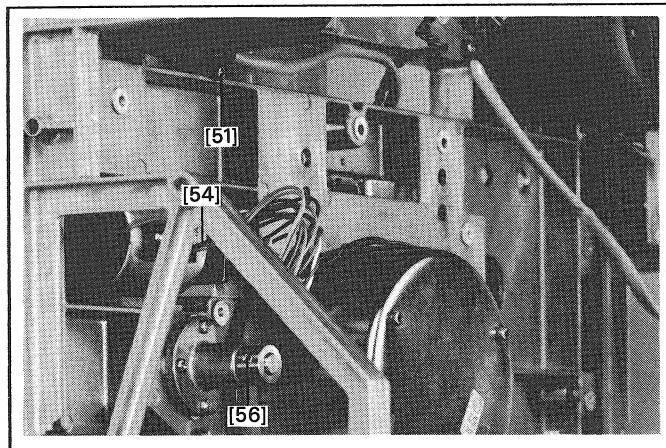

Fig. 24
- Desserrer 1 vis de la fixation de câble moteur [51] (fig. 24).